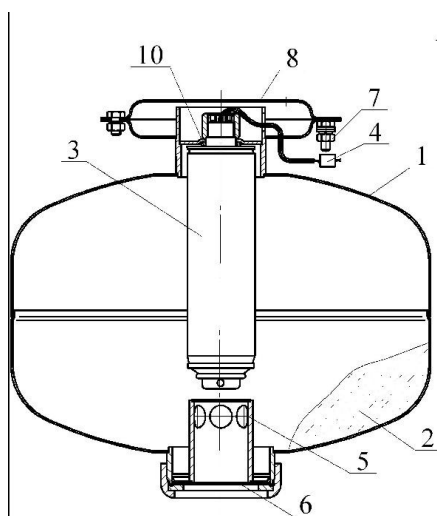
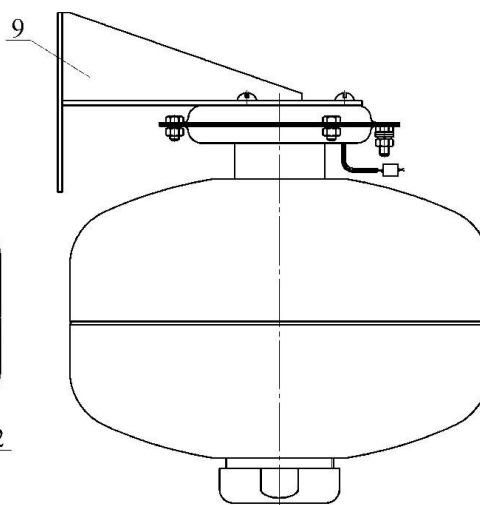

Figura 1
Figura 2
4.1.1 Modulul MPP (vezi Figurile 1 și 2) este compus din carcasă **1**, în care sunt amplasate pulberea de stingere (PS) **2** și sursa de gaz rece (SGR) **3**, împreună cu elementul declanșator **4**. În partea inferioară a carcasei este amplasat pulverizatorul **5**, al cărui orificiu de evacuare este obturat de membrana **6**. Modulul este prevăzut cu bornă de împământare **7**. Partea superioară a MPP este prevăzută cu suportul **8** pentru montajul pe tavan (Figura 1) sau cu suportul **9** pentru montaj pe perete (Figura 2).
6.2 Se montează suportul **8** (vezi Figura 1) pe tavan sau suportul **9** (vezi Figura 2) pe perete. Amplasarea orificiilor din suport pentru montajul MPP pe tavan este indicată în Figura 3a, iar pentru montajul pe perete în Figura 3b.
- CGS-9 (M)-01 SIAV 066614.025.000 TU pentru MPP în versiune normală; CGS-9 (M)-02 SIAV 066614.025.000 TU pentru MPP în versiune specială, sau CGS-9 (M)-06 SIAV 066614.025.000 TU pentru MPP în versiunea cu spectru larg de temperaturi de exploatare (vezi elementul 3 din Figura 1) – 1 bucată;
- inel de cauciuc 020-026-36 GOST 9833-73 (vezi elementul 10 din Figura 1) – 1 bucată;
- pulbere de stingere ISTO-1 TU 2149-001-54572789.00 (vezi elementul 2 din Figura 1) – 8,6 kg;
- membrană SIAV 634233.006.003 (vezi elementul 6 din Figura 1) – 1 bucată.